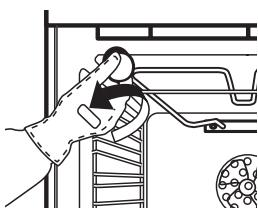

Fig. 5
- Dévissez le cache de l'ampoule (fig. 5), remplacez l'ampoule grillée par une neuve (voir la remarque concernant le type d'ampoule utilisé) et revissez le cache.